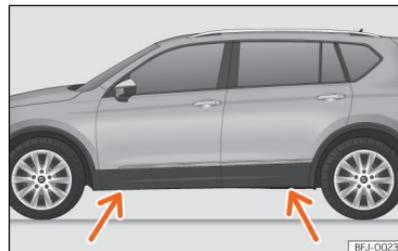

Fig. 254 Pontos de apoio do macaco.
- Procure na longarina a marca do ponto de apoio do macaco (zona afundada) mais próximo da roda a substituir >>> Fig. 254.